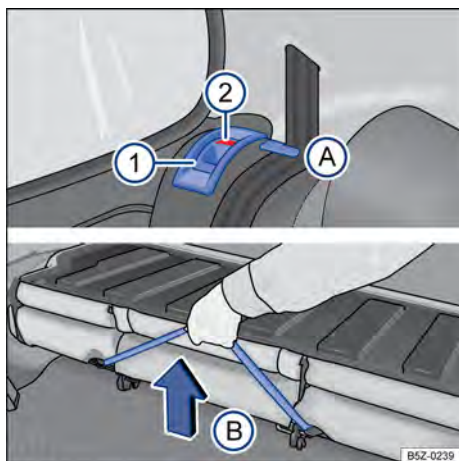

Fig. 61 Banco traseiro: botão de destravamento ❶; posicionador para os cadarços dos cintos A; alça para destravamento do conjunto do assoalho B.
- Posicionar os cadarços dos cintos de segurança nos seus respectivos posicionadores → Fig. 61 A.
- Puxar o botão de destravamento → Fig. 61 ❶ em ambos os lados para frente e, ao mesmo tempo, rebater o encosto do banco traseiro para frente.
- Puxar a alça → Fig. 61 B para destravar o conjunto do assoalho e, ao mesmo tempo, levantar-o **com cuidado** na direção dos bancos dianteiros.
- Segurar o banco traseiro pela alça → Fig. 61 B e, soltar de uma altura de 15 cm.
- Retirar os cadarços do cinto de segurança do posicionadores → Fig. 61 A.
- A marcação vermelha → Fig. 61 ② não pode mais estar visível.